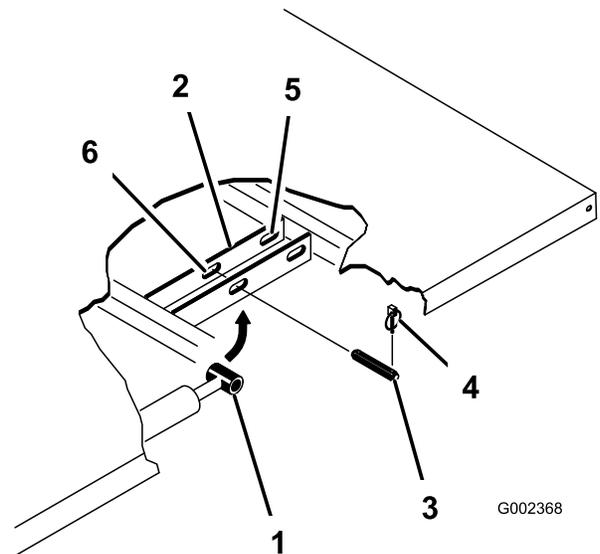

Figura 30
2. Retire os pinos de sujeição das extremidades exteriores dos pinos de forquilha da haste do cilindro (Figura 30).
3. Retire os pinos de forquilha que prendem as extremidades da haste do cilindro nas placas de montagem da caixa empurrando os pinos para dentro (Figura 30).
4. Retire os pinos de sujeição e os pinos de forquilha que prendem os apoios da articulação nos canais da estrutura (Figura 30).